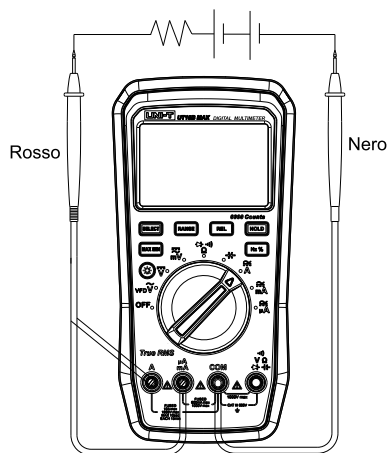

Figura 7
6. Misura della corrente CA/CC (Figura 7)